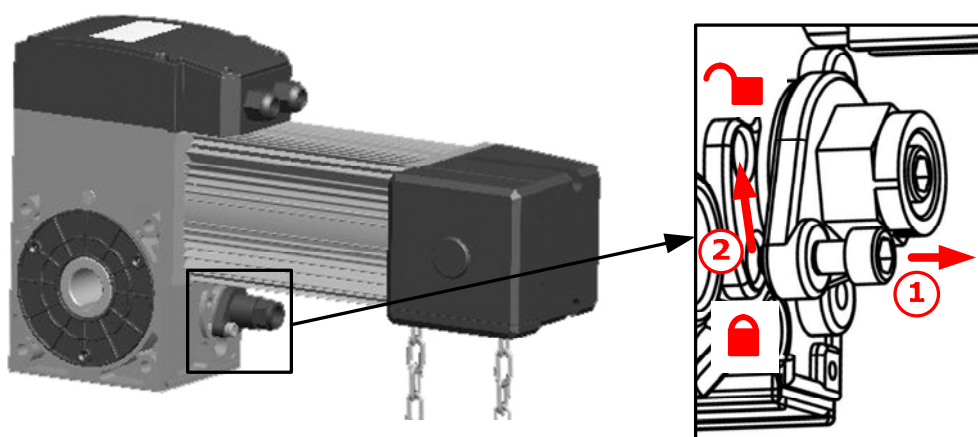

Рис. 4. Ручная разблокировка
Для выполнения разблокировки (Рис. 4) необходимо открутить на конце поворотного рычага стопорный винт до выхода последнего из фиксирующего отверстия в корпусе привода (1). Затем с помощью рожкового ключа повернуть рычаг на $\sim 45^\circ$ до попадания при закручивании стопорного винта в следующее фиксирующее отверстие (2). Чтобы вернуть привод в заблокированное состояние необходимо проделать обратные действия.